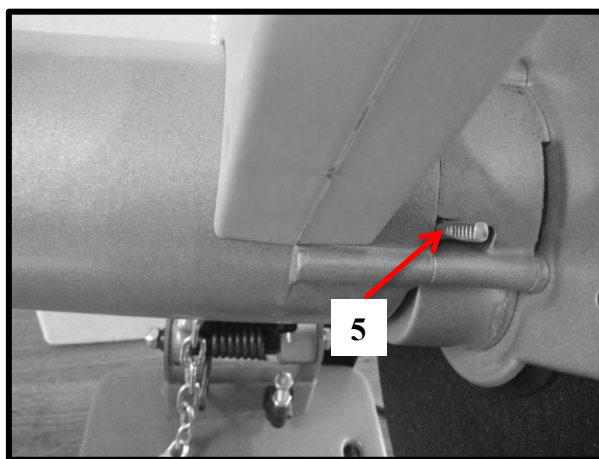
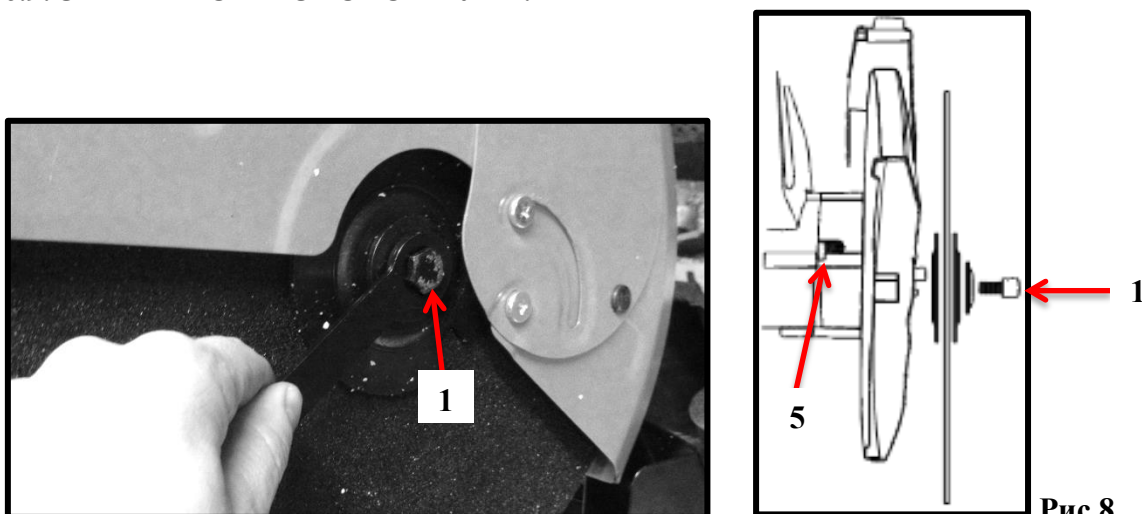

Рис.4
Рис.8
3. Вращая отрезной круг рукой, нажмите на штифт блокировки 5 (рис.1 и рис.4), переместите его вправо и удерживайте.
2. Поднимите защитное ограждение **4** (рис.1) до конца вверх, чтобы был виден колпачковый винт крепления круга **1** (рис.8).
3. Надавите на штифт блокировки **5** (рис.4 и рис.8) вправо и удерживайте его в этом положении, одновременно вращая отрезной круг рукой.
4. Когда штифт войдет в зацепление и заблокирует вращение круга, ослабьте колпачковый винт крепления круга **1** (рис.8), вращая его против часовой стрелки прилагаемым ключом.
5. Снимите колпачковый винт крепления круга, малую внешнюю шайбу, большую внешнюю шайбу, отрезной круг и большую внутреннюю шайбу (рис.8).